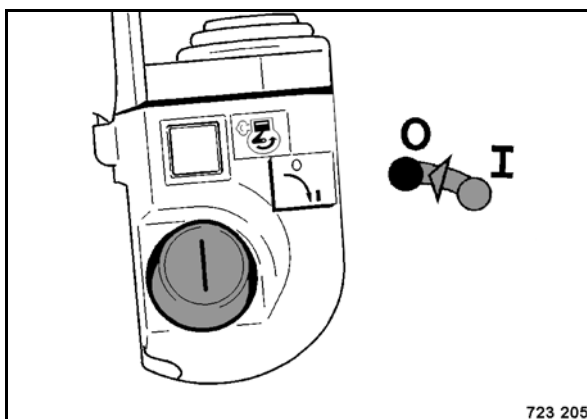

Рис. 67
- Выключить передатчик (Рис. 67) ключом зажигания.